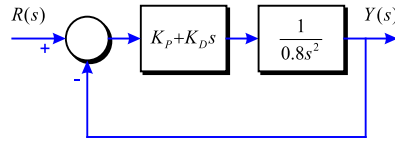

Figura 4-8
**Problema 118** Es disposa del sistema de la Figura 4-8.